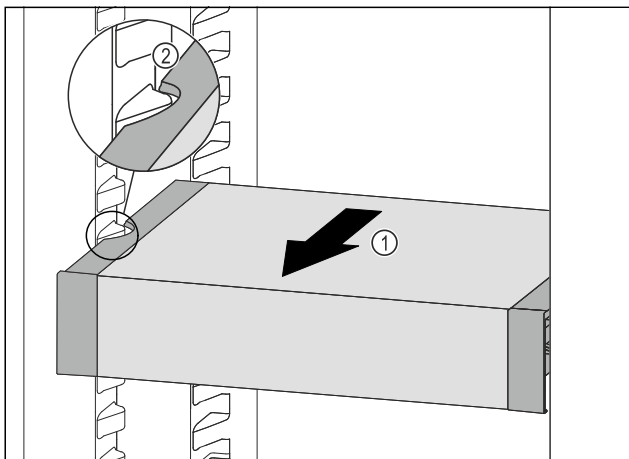

Fig. 134
- Tirare VarioSafe in avanti Fig. 134 (1) fino a quando le cavità laterali di VarioSafe non si trovano al livello della nervatura del contenitore nel vano frigorifero. Fig. 134 (2)